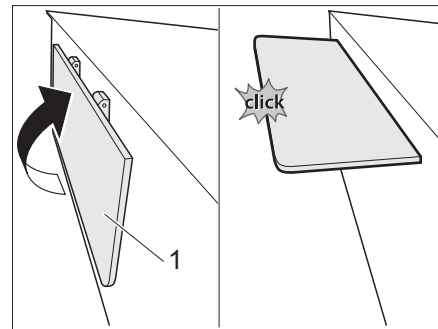

Fig. 111 Installer le bord d'appui
- Déverrouiller le bord d'appui (Fig. 111,1) et le basculer vers le haut jusqu'à ce qu'il s'encliquète.